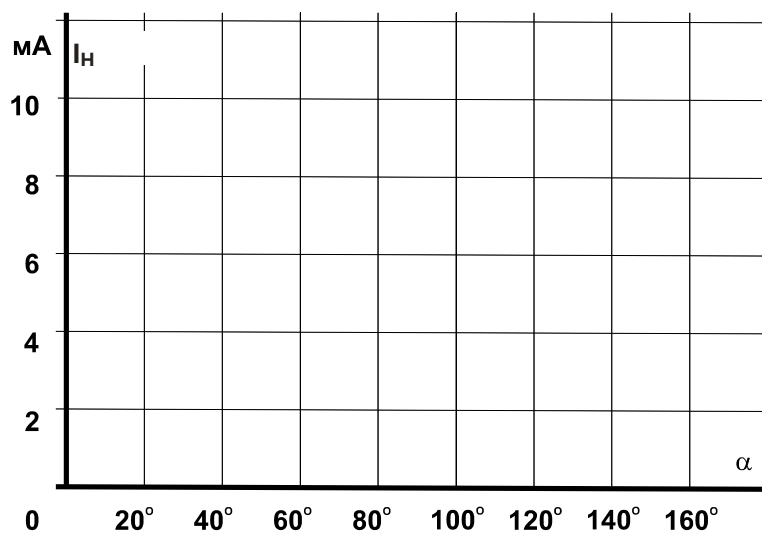

Рис. 6.3.4
- Изменяя угол задержки отпирания от минимально возможного значения до максимального, снимите зависимость $I_H(\alpha)$, занесите результаты измерений в табл. 6.3.1 и на рис. 6.3.4 постройте график.